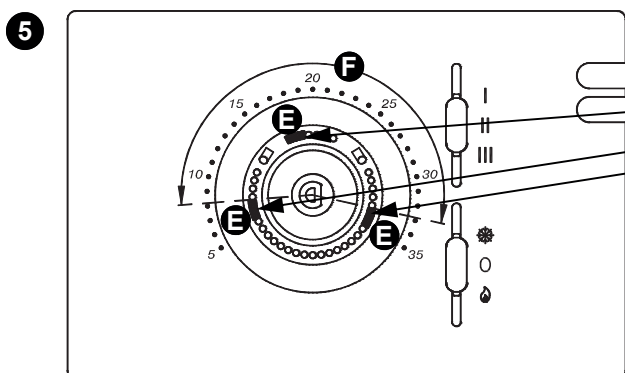

Рис. 6 См. Раздел «Блокировка ручки» на стр. 8.
- 5 Извлеките механические держатели из основания термостата и вставьте их соответствующим образом в корпус, чтобы уменьшить диапазон вращения ручки (см. Пример на рис. 6 и прочитайте параграф «Блокировка ручки»).
2. Расположите механические райдеры, как показано в примере на рис. 6 (**E**).
Если требуется установка внешнего зонда, необходимо переместить перемычку **JP1** в положение **A**, как показано на рис. 6 (расположено на внутренней плате справа от селекторов), и подключить зонд NTC от 10 кОм при 25 °C к разъему **S.A.** или к клеммам **12** и **13**.